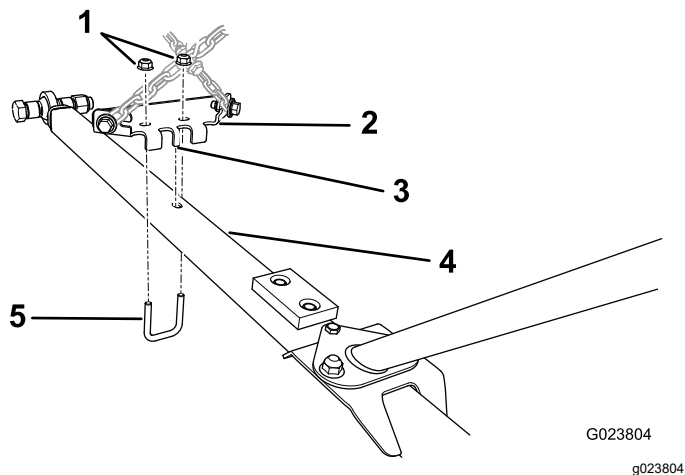

Figura 11
1. Alinee la pestaña central del soporte de la barra de tracción con el taladro del centro de la barra de tracción (Figura 11).